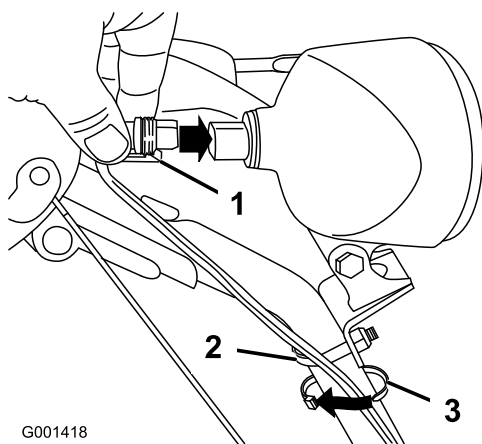

Рисунок 17
1. Вставьте штекер, находящийся на свободном конце провода, в гнездо на задней стенке фары и надежно зафиксируйте его (Рисунок 17).
**Примечание:** Убедитесь в том, что пластиковый зажим на штекере находится в нижнем положении (Рисунок 17).
2. Установите хомут кабеля (из комплекта деталей) на провод и рукоятку на расстоянии около 2,5 см ниже болта U-образной формы (Рисунок 17).